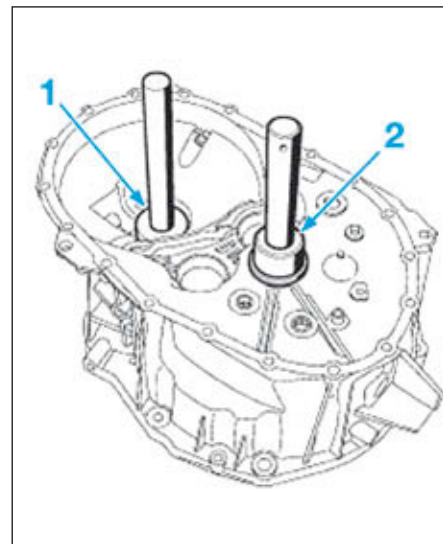

FIG.50
- Reposer (Fig.50) :
- la cuvette de roulement de différentiel à l'aide d'un mandrin de diamètre approprié indice "B" (1).
- la cuvette de roulement d'arbre primaire à l'aide d'un mandrin de diamètre approprié indice "S" (2).